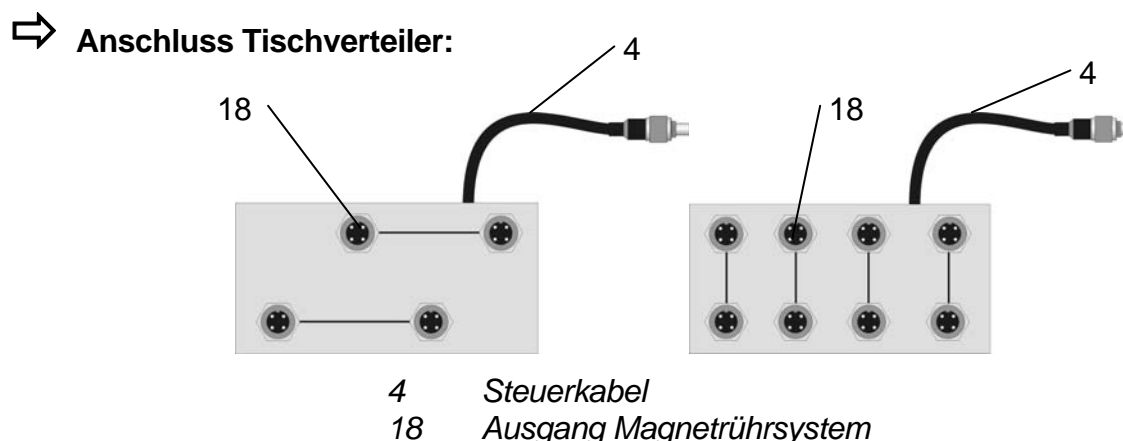

Bild 5: Tischverteiler: 4-fach (links) und 8-fach (rechts)
Wenn Sie den 4-fach oder 8-fach Tischverteiler (Bild 5) verwenden, dann können Sie paarweise 2, 4, 6 bzw. 8 gleichartige Rührantriebe (2) ansteuern. Dies ist vor allem bei der Kombination des leistungsstarken Steuergeräts 40 C mit den kleinen Rührantrieben MINI, MICRO oder COMPACT erforderlich. Alle Rührantriebe (2) rühren mit gleicher Drehzahl und absolut synchron.